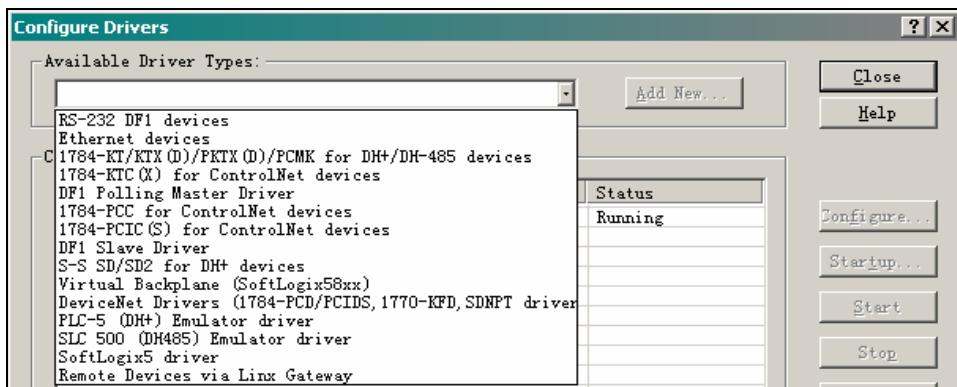

图 3-127 选择所需驱动程序
(3) 弹出标题为 Configure Driver Types 的窗口。单击 Available Driver Types (可用驱动程序类型)对话框中的下拉箭头，对于本次实验，我们需通过计算机的RS232串行通讯口接入DF1网络，因此选择RS-232 DF1 devices，如图3-127所示。